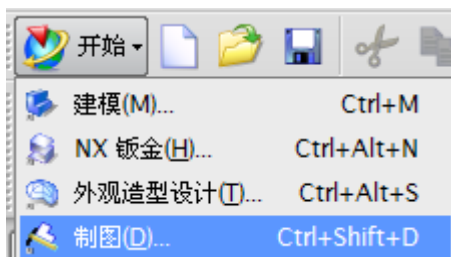

图 8-107
- 如图 8-107 所示，选择 Start → Drafting 进入制图模块。